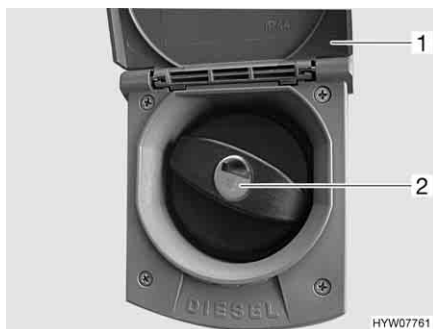

Fig. 33 Coperchio per bocchettone di riempimento per il rifornimento di carburante
- Alzare lo sportello (Fig. 33,1) verso l'alto.
- Inserire la chiave nel cilindro della serratura (Fig. 33,2) e ruotare in senso antiorario.